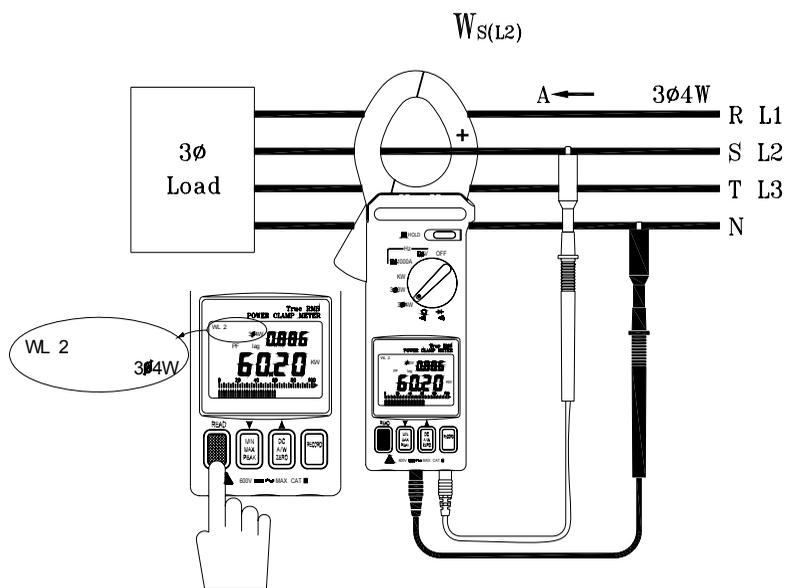

Figura 8
C. Misura $W_{T(L3)} / P_{FT(L3)}$ (consultare figura 8)